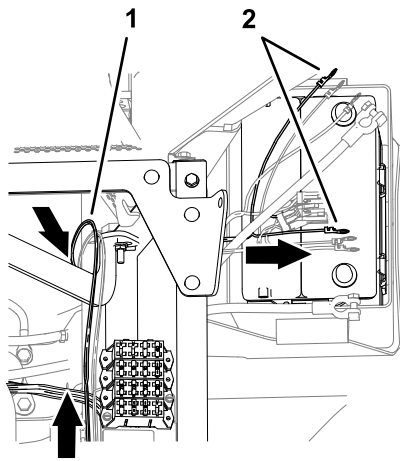

Figure 156
1. Acheminez les cosses en anneau du faisceau étiquetées BATTERY et GROUND vers l'arrière, et par dessus le support de siège (Figure 156).
2. Acheminez les cosses en anneau sous le tube de cadre gauche et en travers du haut de la batterie (Figure 156).